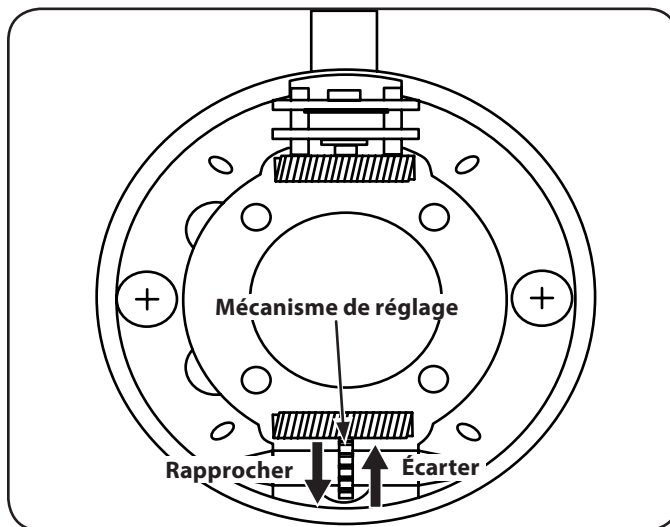

Figure 6-6
2. À l'aide d'un outil de réglage de freins à tambour ou d'un tournevis standard, faites tourner le mécanisme de réglage vers le haut (vers l'essieu) pour ajuster les bandes. Ajustez les bandes jusqu'à ce qu'elles touchent légèrement les tambours de frein. Voir Figure 6-6.
4. Pour ajuster les bandes de frein, faites tourner le mécanisme de réglage vers le bas (en direction opposée de l'essieu). Ajustez les bandes jusqu'à ce qu'elles touchent légèrement les tambours de frein. Voir Figure 6-6.